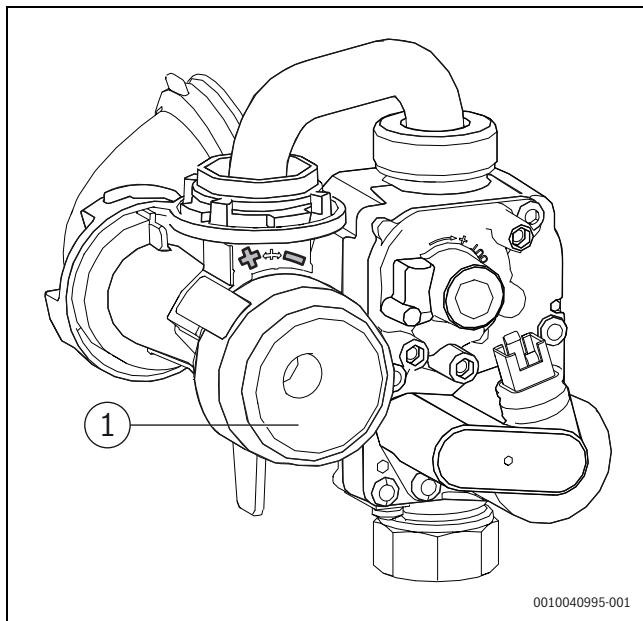

Bild 3 Gas-Luft-Verhältnis einstellen
- ▶ CO₂- oder O₂-Gehalt für die maximale Nennwärmeleistung gemäß Tabelle prüfen und ggf. anpassen (→ Seite 8, Bild 3).